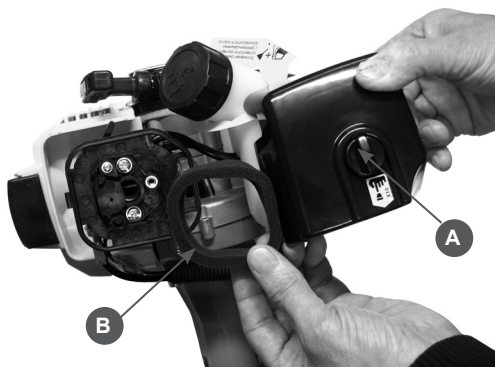

Рис.5
1. Открутите барашковую гайку (А) и снимите крышку воздушного фильтра (Рис.5).